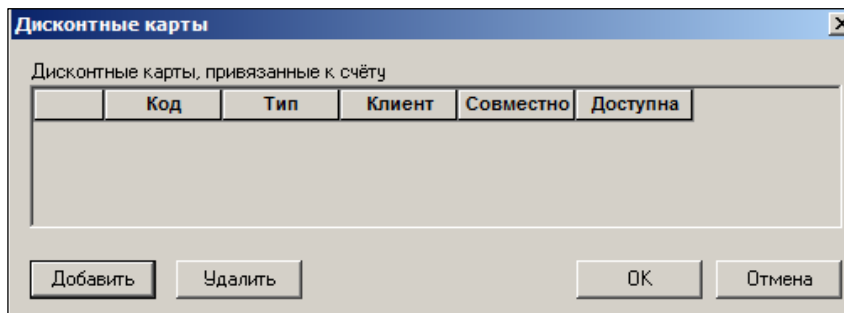

Рисунок 54 – Привязка дисконтной карты к счёту (1)
- В открывшемся окне нажать кнопку **Добавить** (Рисунок 54):